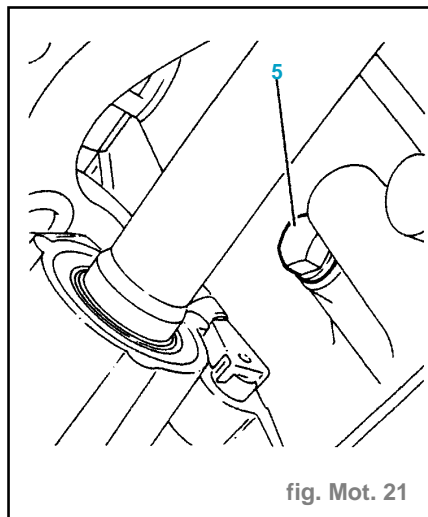

fig. Mot. 21
- Vidanger le moteur en déposant le bouchon (5) (fig. Mot. 21).